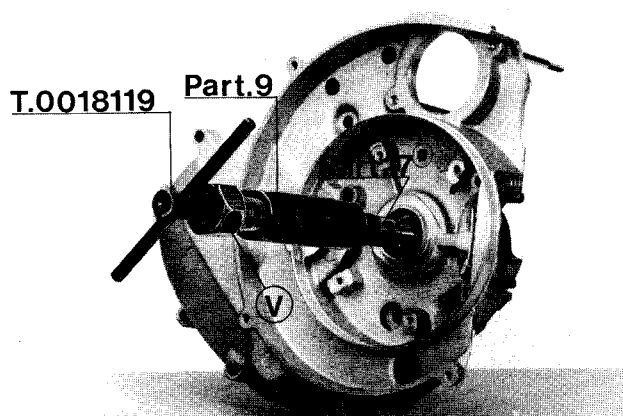

Fig. 74
**Fig. 74 - Albero motore sul semicarter lato volano:** inserire l'albero motore sul semicarter lato volano come rappresentato in fig., applicare l'attrezzo T.0018119 munito dei particolari 9 e 17 ed agire sul dado «V» fino a tirare l'albero motore a battuta sul cuscinetto a sfere del semicarter. Effettuato il montaggio dell'albero motore introdurre nella sua sede, mediante leggeri colpi di mazzuolo, l'ingranaggio multiplo.